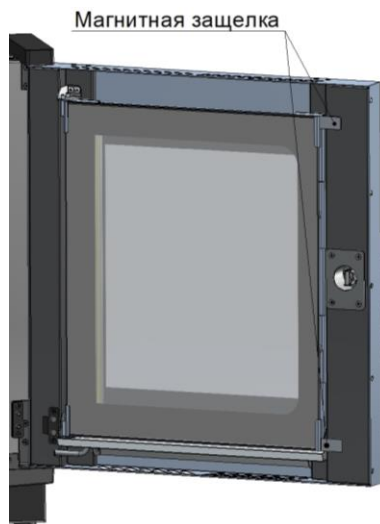

Рис. 16 Месторасположение фиксатора внутреннего стекла двери
- по мере необходимости, поверните затвор стекла двери и откройте внутреннее стекло (см. рис.16).